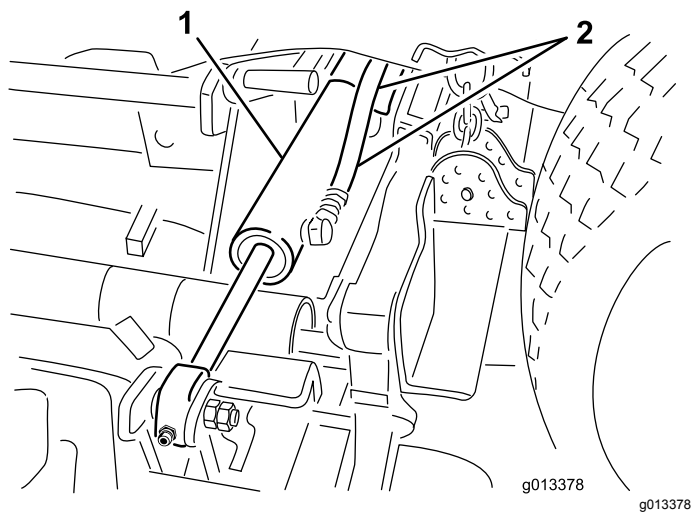

Figura 3
6. Desconecte las mangueras hidráulicas de los cilindros de elevación de las carcasas laterales (Figura 3).